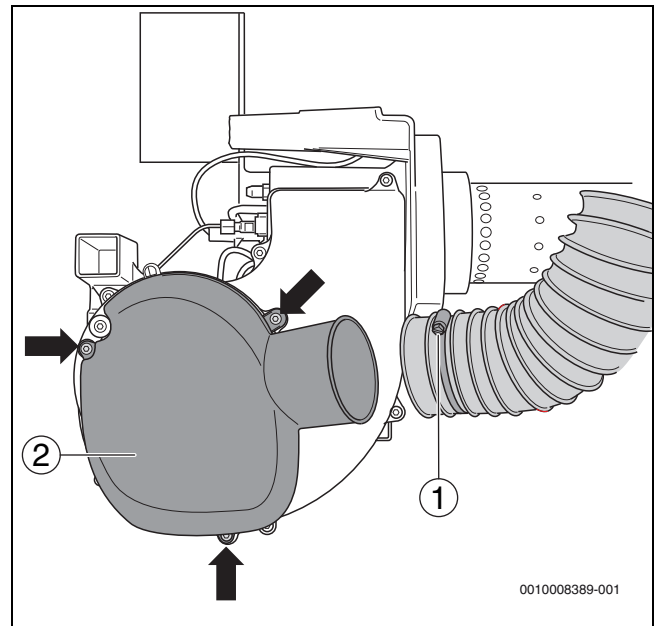
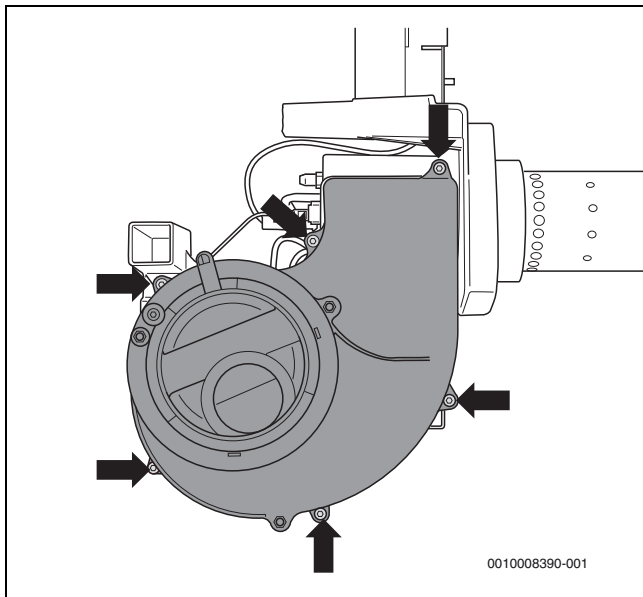

Bild 29 Ansaugschalldämpfer demontieren
Bild 30 Gebälseradabdeckung demontieren
- ▶ Spezialschlauchschele (→Bild 29, [1]) der Verbrennungsluftzufuhr für raumluftunabhängigen Betrieb lösen.
- ▶ Befestigungsschrauben (→Bild 29, [Pfeile]) lösen und den Ansaugschalldämpfer (→Bild 29, [2]) abnehmen.
- Sechs Befestigungsschrauben (→ Bild 30, [Pfeile]) lösen und die Gebälseradabdeckung abnehmen.
- Gebälseradabdeckung (→ Bild 30, Seite 22) und Ansaugschalldämpfer (→ Bild 29, Seite 21) wieder montieren.
- Spezialschlauchselle (→ Bild 29, [1], Seite 21) lösen und Ansaugschlauch abziehen (nur bei 18-49 kW).